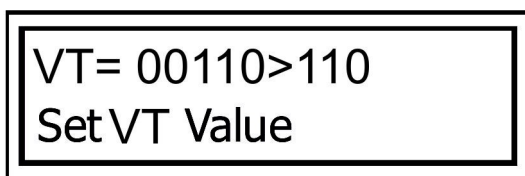

Рис. 13
9. Нажмите **Enter**. Нажимая $\downarrow\uparrow$, задайте значение первичного напряжения, указанное в маркировке используемого трансформатора. Нажмите **Enter**, чтобы сохранить изменения. Чтобы отменить ввод, нажмите **Back** (рис. 13):